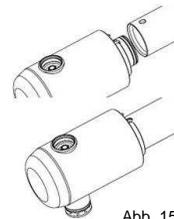

Abb. 15
- Drücken Sie den Arretierstift des Ausgangsstücks und stecken Sie es mit leichten Drehbewegungen in das Schlagrohr (Abb. 15). !Der Arretierstift muss einrasten!